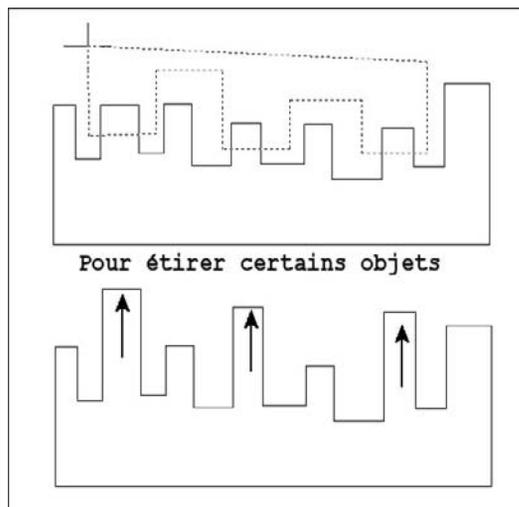

Fig.3.19
- ▶ **CPolygone** (CPolygon) : permet de sélectionner les entités contenues entièrement ou partiellement dans le polygone (de forme quelconque) de sélection (fig.3.19).